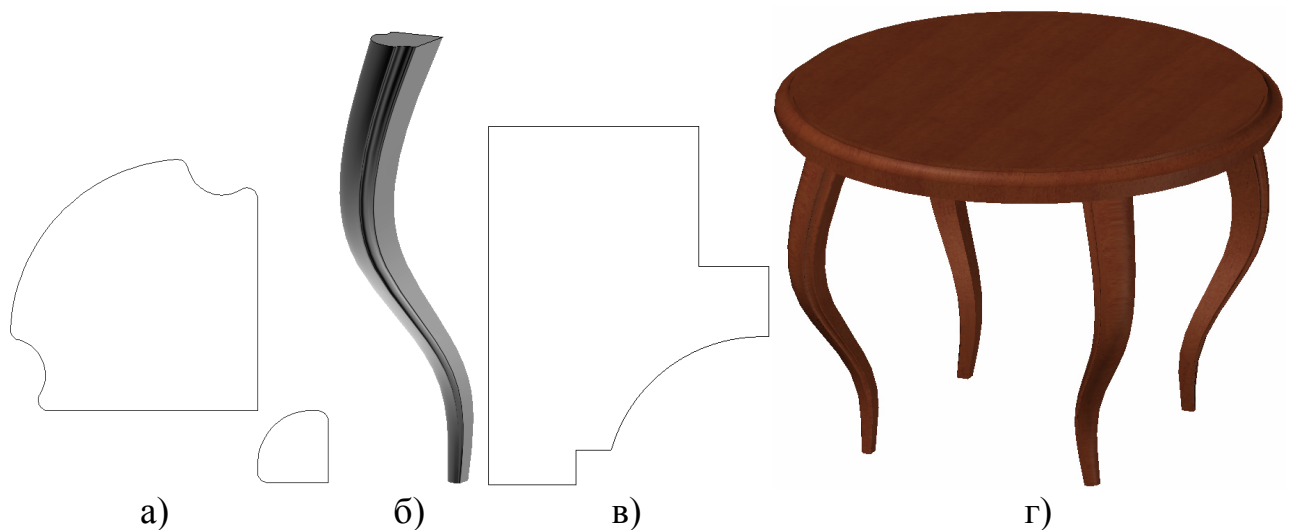

Рис. 2.4.1 Стіл з фігурними ніжками.
Побудову 3D моделі столу з фігурними (гнутими) ніжками зручно починати з відтворення профілю найскладнішого контуру - фігурної ніжки (рис. 2.4.1, а). Дві полілінії контурів необхідно попередньо рознести на висоту ніжки, використовуючи функцію «Перенести» панелі інструментів «Редактирование». Далі слід задати форму кривизни ніжки між контурами, застосувавши функцію «Сплайн» на панелі інструментів «Рисование». Сплайн-лінію необхідно побудувати в потрібній площині, при необхідності вказавши програмі перенести координатну площину. Остання операція виконується вибором в контекстному меню наявної системи координат пункту «3 точки» і подальшим призначенням нової орієнтації системи координат за елементами
1. Створити тривимірну модель столу, показану на рис. 2.4.1, г. Розміри деталі вибрати довільно з конструктивних міркувань. Встановити матеріалом деталі «Красное дерево».
1. Створити болт М16, показаний на рис. 2.4.1. Як матеріал деталі задати «Сталь гальванізована».